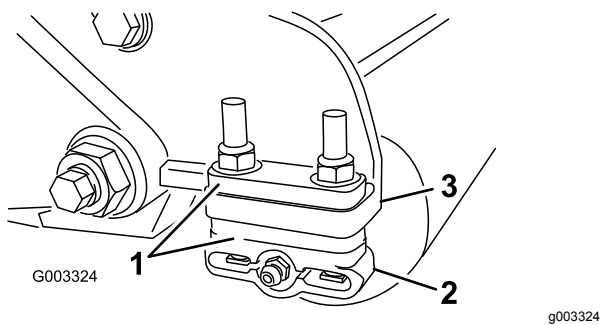

**Figura 14**
12. Teste o desempenho de corte inserindo uma tira comprida de papel desempenho de corte Toro entre o cilindro e a lâmina de corte, perpendicular à lâmina de corte (Figura 14).